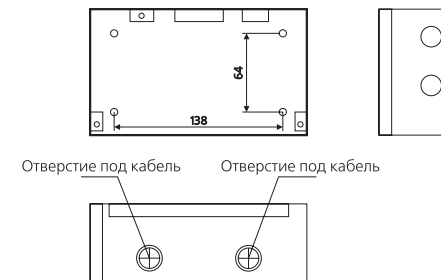

Рис. 8.4
8.2.5 Подключение кабеля питания и коммуникационного кабеля у пульта управления производится через специальные отверстия, которые располагаются сверху, слева или справа, в зависимости от конкретного варианта установки блока (см. Рис. 8.4)